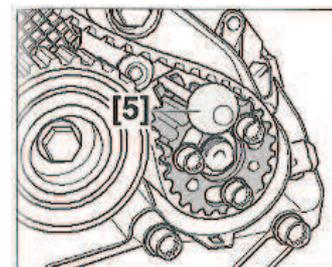

FIG. 4
- Útil de bloqueo de la rueda dentada de la bomba de inyección (5) [FIG. 4].